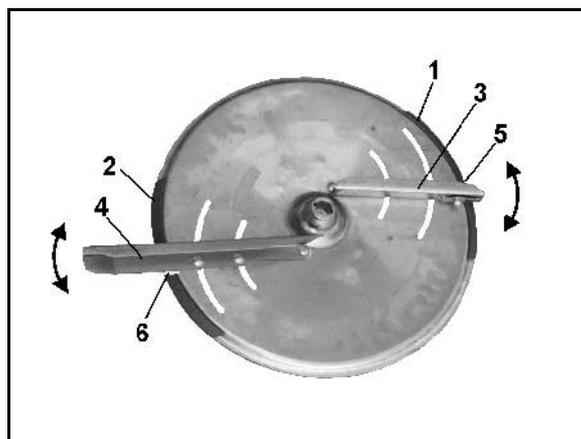

Рис. 55
Для точной настройки положения отдельных распределяющих лопастей без применения инструментов на распределяющих дисках расположены различные шкалы, которые невозможно перепутать (Рис. 55/1 и Рис. 55/2).
Более коротким распределяющим лопастям (Рис. 55/3) относится шкала (Рис. 55/1) со значениями от 5 до 28, а более длинным распределяющим лопастям (Рис. 55/4) - шкала (Рис. 55/2) со значениями от 35 до 55.
Перемещение распределяющих лопастей на более высокое значение шкалы (Рис. 55/1 или Рис. 55/2) увеличивает ширину захвата.
3. Найдите деление для положения **короткой** распределяющей лопасти на шкале (Рис. 55/1).
4. Грань с делениями для считывания (Рис. 55/5) **короткой** лопасти (Рис. 55/3) переместите на значение шкалы, и **снова затяните барашковую гайку**.
5. Найдите деление для положения длинной распределяющей лопасти на шкале (Рис. 55/2).
6. Грань с делениями для считывания (Рис. 55/6) длинной лопасти (Рис. 55/4) переместите на значение шкалы, и снова затяните барашковую гайку.